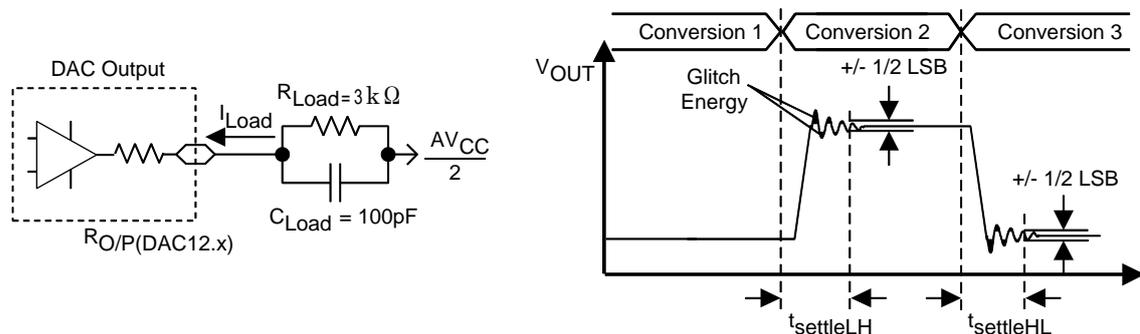

図 16. セトリング時間及びグリッチ・エネルギー測定回路
12 ビット DAC 動特性 (V_{REF, DAC12} = AV_{CC}, DAC12IR = 1、図 16、17 参照)
- (注 1) 図 16 の R_{Load} 及び C_{Load} は、AV_{SS} (AV_{CC}/2 ではなく) に接続します。